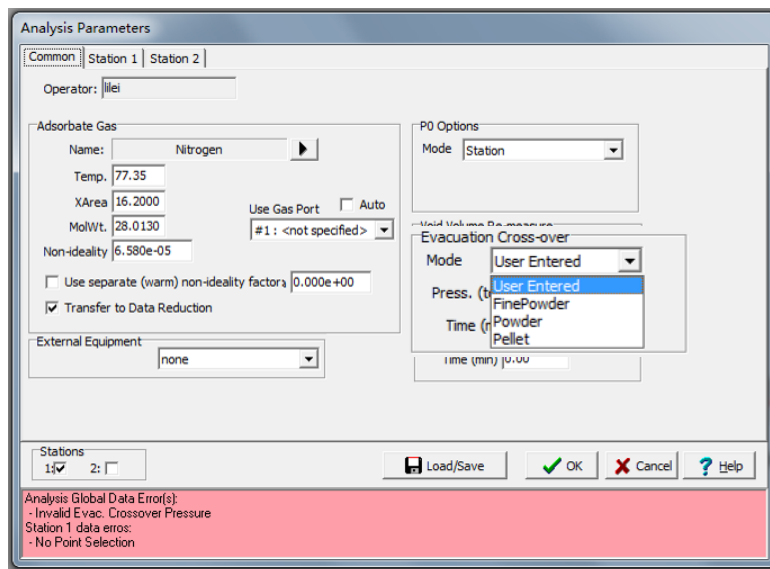

图 11
- 3) Cross-over 设置根据样品性状可选择默认或自行设置（User Entered）。可以统一设为“FinePowder”（图 11）。